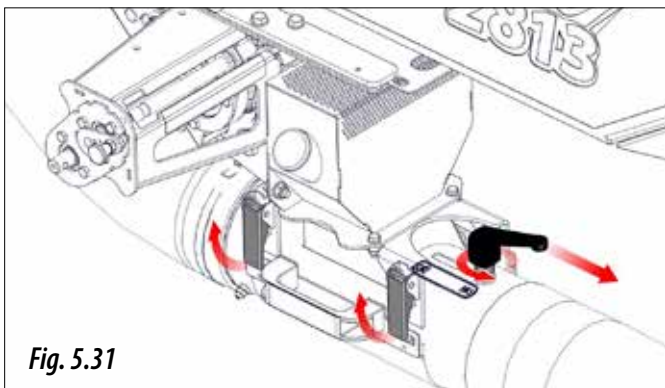

Fig. 5.31
**4.A.2-** Deschideți capacul injectorului venturi, acționând asupra celor două cleme de fixare și deplasați maneta de calibrare în poziția „NU” (Fig. 5.31).